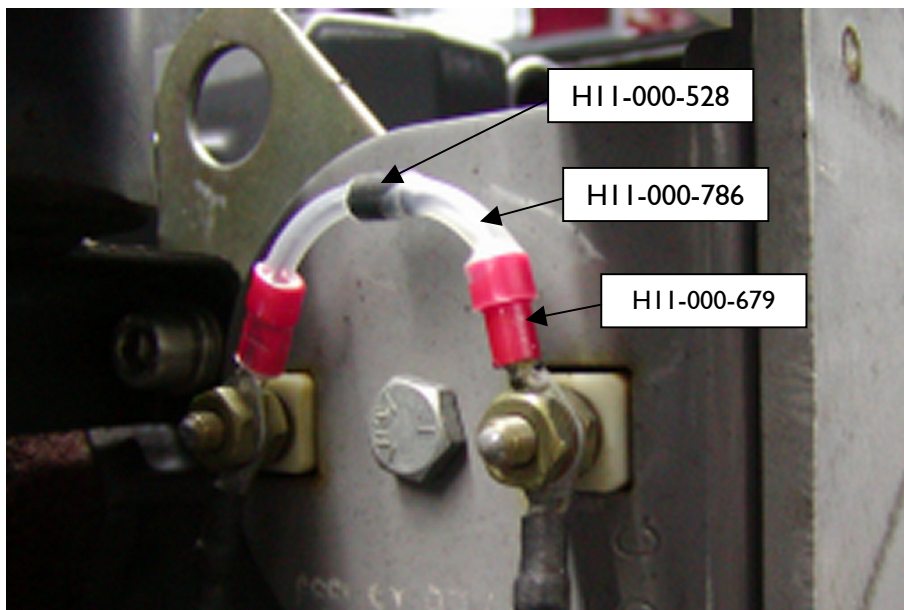

Bild 1
- I. Löschdiode wie in Bild 1 ersichtlich am Hubmagnet befestigen. (Schaltplan Pos. D10)